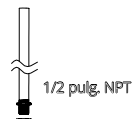
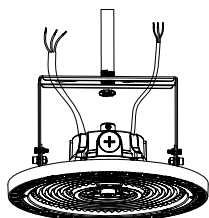

Figura 6
Figura 7
1. Asegurar con tuerca de seguridad: Por seguridad, utilice una tuerca de seguridad. Después de atornillar el conducto o la tubería al accesorio, apriete firmemente la tuerca de seguridad contra el accesorio. Consulte la Figura 6 o la Figura 7.